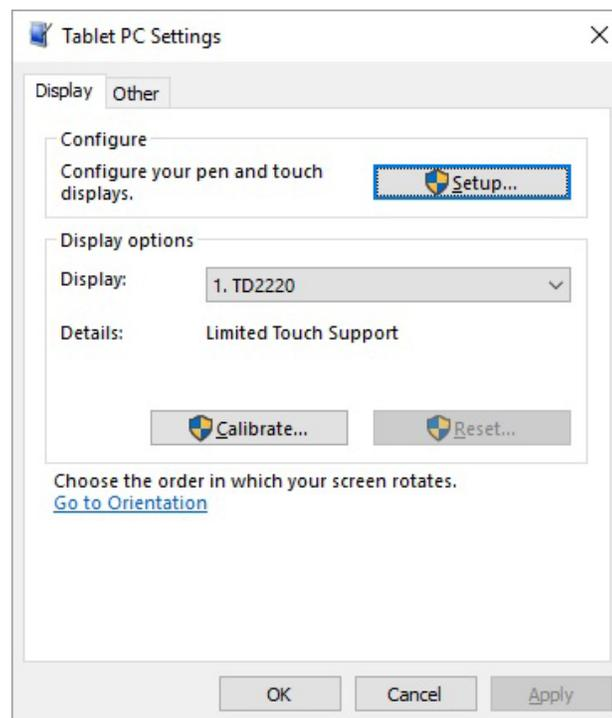

Figure 5-1 : Sélectionner l'affichage
2. Sur l'onglet **Display (Affichage)** dans la fenêtre **Tablet PC Configurations** , confirmez le nom de l'écran à étalonner dans le menu déroulant (voir Figure 5-1).